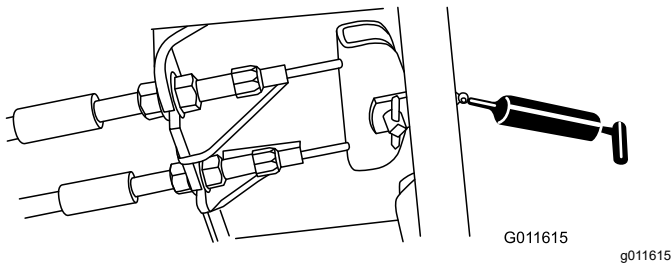

Figure 48
- Pédale de frein (1) (Figure 48)